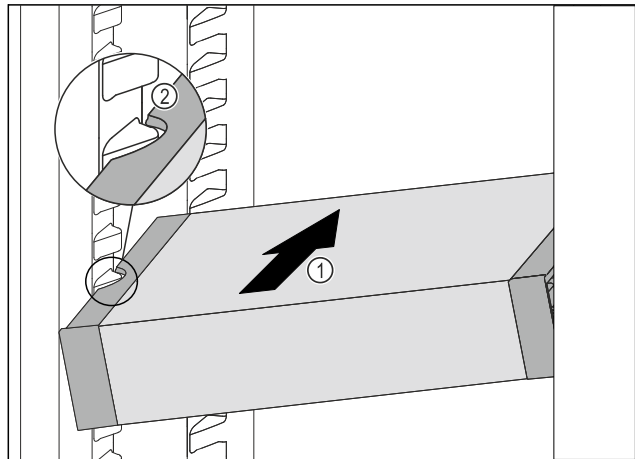

Fig. 93
- ▶ VarioSafe schräg in das Kühlteil einschieben Fig. 93 (1), bis sich die seitlichen Aussparungen Fig. 93 (2) des VarioSafes auf Höhe der Behälterrippe im Kühlteil befinden.